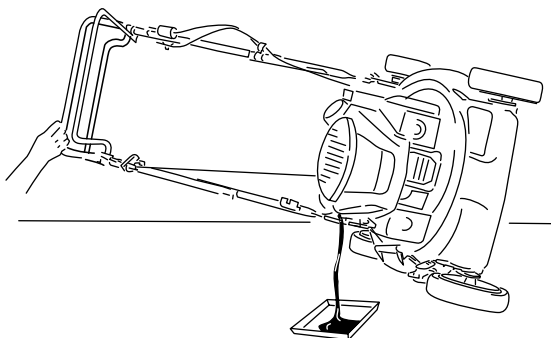

Figura 22
4. Ponga la máquina de lado (con el filtro de aire hacia arriba) para drenar el aceite usado del tubo de llenado de aceite (Figura 22).